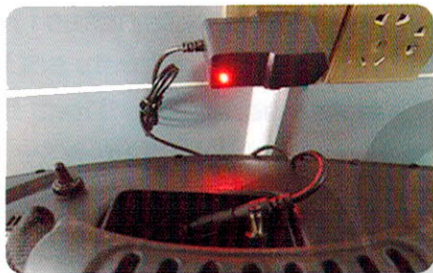

Figure 12
1. Проверьте, правильно ли работает зарядное устройство (рис. 12).